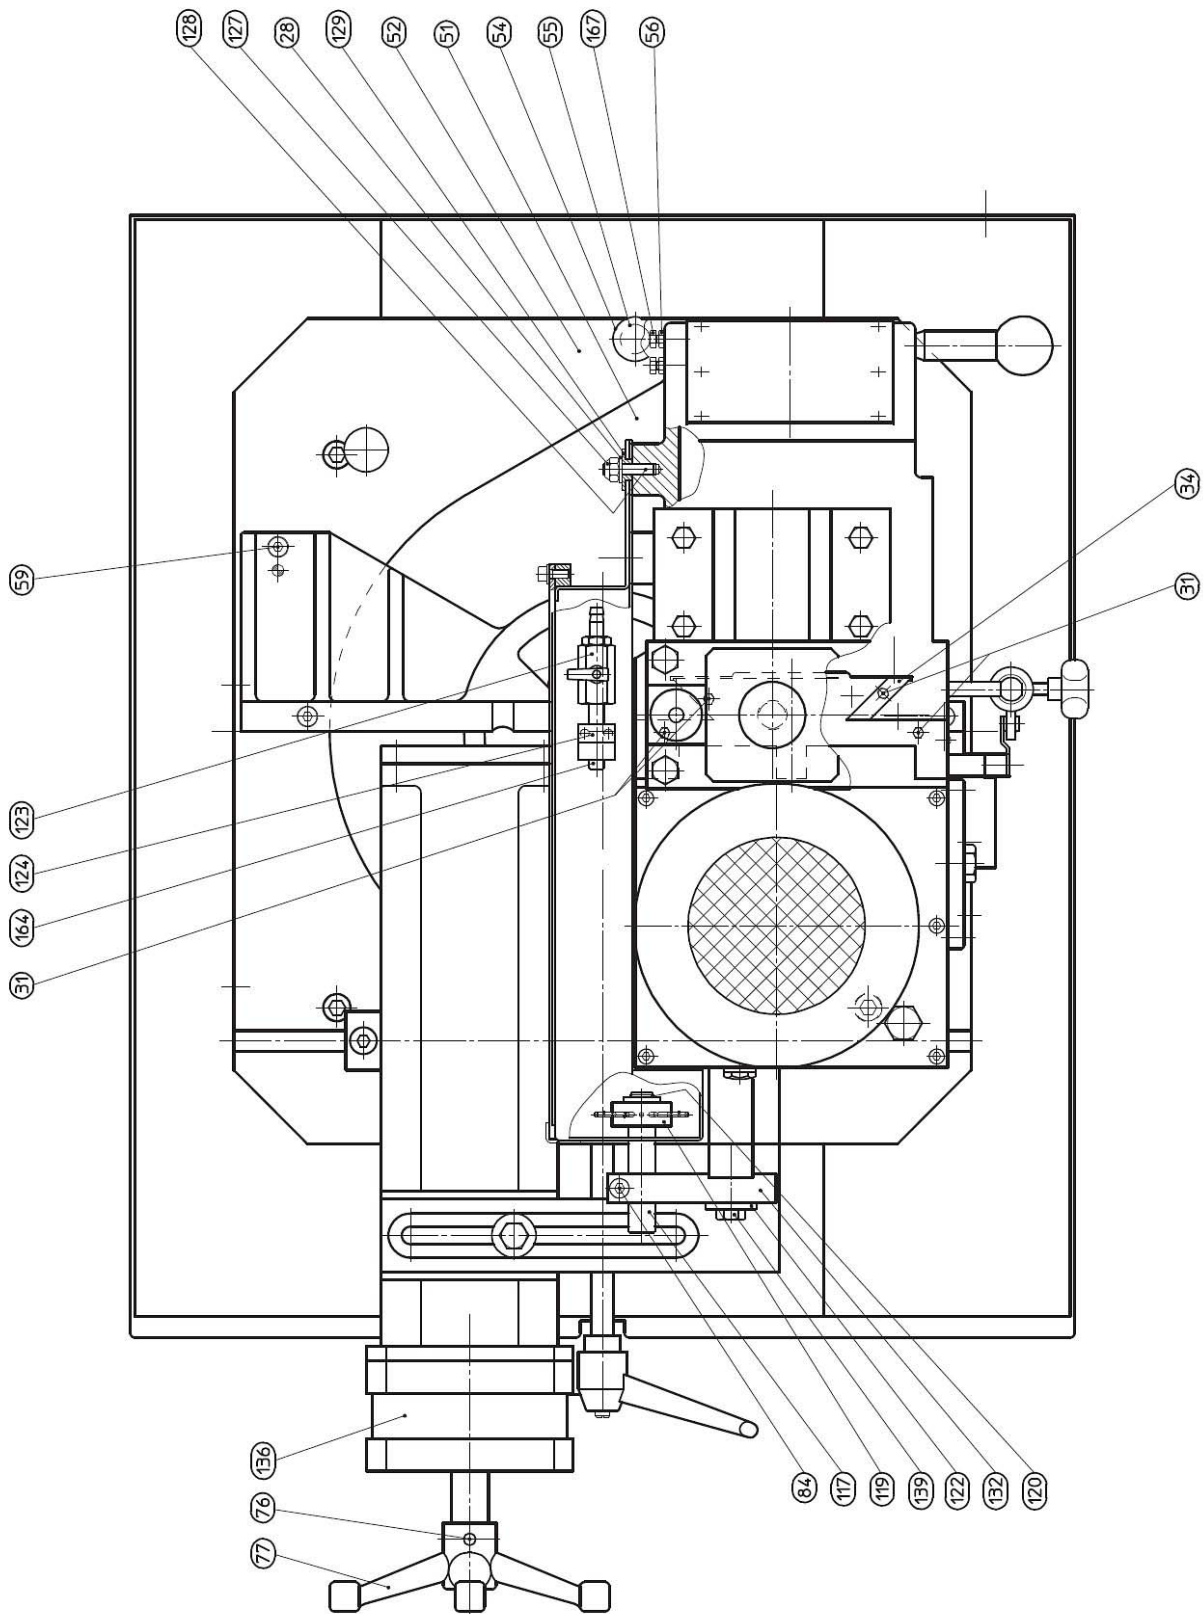

Abb. 20: Ersatzteilzeichnung 3 - MKS 350 VH
Schritt 1: Die Spannbacke [Abb. 18, 133] abmontieren, den Spannstock [Abb. 18, 13] komplett entnehmen, in dem man das Handrad [Abb. 20, 77] dreht.